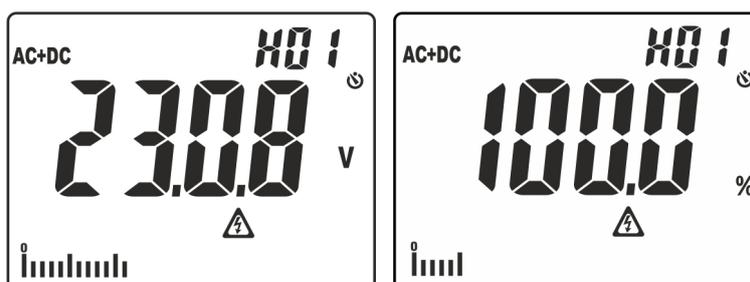

Fig. 3: Visualização das amplitudes na análise dos harmônicos
- Pressão simples do botão para a visualização das amplitudes dos harmônicos de tensão e corrente até à 25ª ordem (**Hdc**, **H01... H25**) no formato absoluto ou em percentagem em relação às fundamentais dos sinais na entrada (para valores de tensão $V_{CA} > 0.5V$ e corrente $CA > 0.5A$ e frequência compreendida entre $42.5Hz \pm 69Hz$) e o valor em percentagem do parâmetro **THD%** (consultar o § **Errore. L'origine riferimento non è stata trovata.**) como se mostra na Fig. 3. Usar os botões **▲/ZERO** e **▼/Ⓜ** para aumentar/diminuir a ordem do harmônico